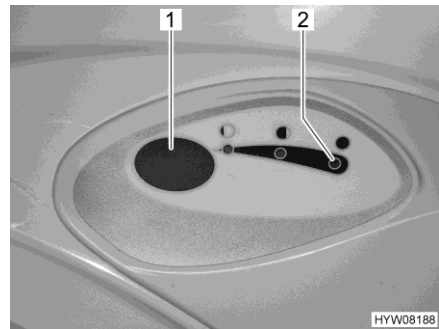

Bild 286 Spolknapp/kontrollampa (Thetford-toalett)
- För att spola, tryck på den blå spolknappen (Bild 286,1).
Kontrollampan (Bild 286,2) lyser när latrintanken måste tömmas.